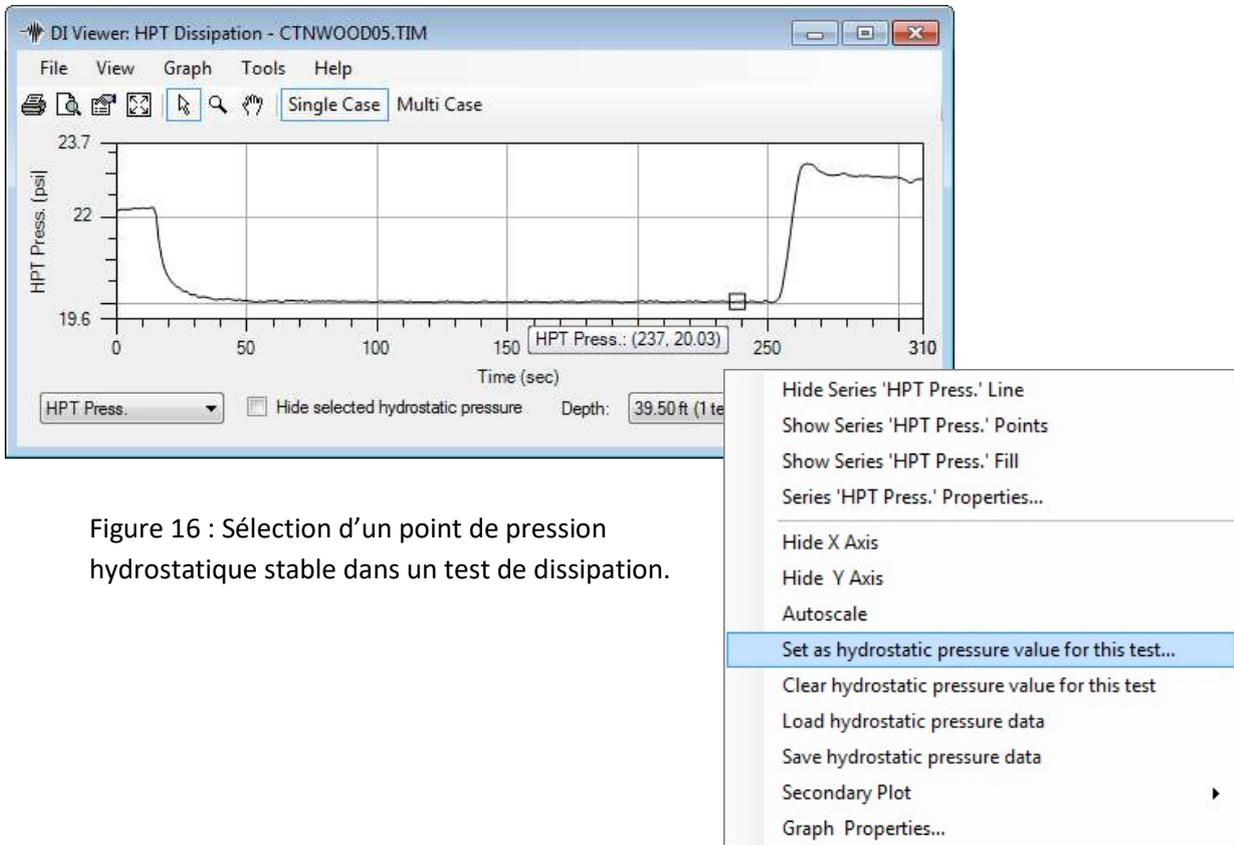

Figure 16 : Sélection d'un point de pression hydrostatique stable dans un test de dissipation.
3. Cliquez sur le point et un Menu apparaîtra. Cliquez sur l'option *Set as hydrostatic pressure value for this test* (Figure 16) afin de fixer la valeur comme pression hydrostatique. Un petit carré entourera alors le point sélectionné.